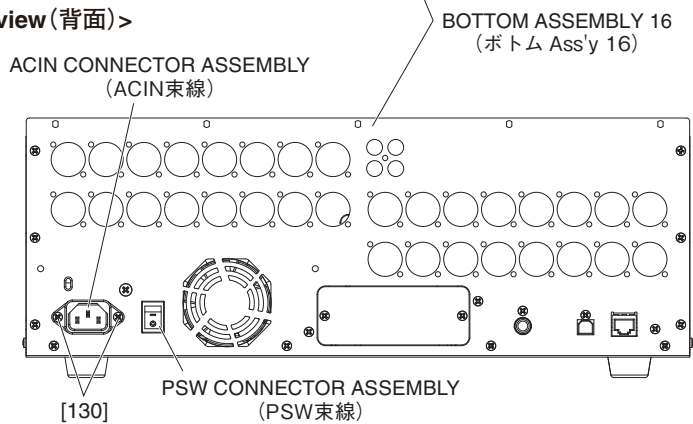

Fig. 12 (図12)
- A-6-7 Remove the two (2) screws marked [182]. The fan holder and the DC fan motor can then be removed. (Fig. 12)
- * **When installing the DC fan motor, tighten the screws marked [182] in the order ㉓ to ㉔ shown in Fig. 12.**
- A-6-8 Remove the four (4) fan fixers marked [180]. The DC fan motor can then be removed. (Fig. 12)
- A-7-7-1 Remove the two (2) screws marked [130] and the screw marked [140]. The ACIN connector assembly can then be removed. (Fig. 12)
- * **Install the earth terminal of the ACIN connector assembly in the direction shown in Fig. 12.**
- A-6-5 HAAD (1) シートを外します。(A-3-4 項参照)
- A-6-7 [182] のネジ 2 本を外して、ファンホルダーとともに DC ファンモーターを外します。(図 12)
- ※ DC ファンモーターを取り付ける際は、図 12 に示す ㉓、㉔ の順に [182] のネジを締めてください。
- A-6-8 [180] のファンフィクサー 4 本を外して、DC ファンモーターを外します。(図 12)
- A-7-5 HAAD (1) シートを外します。(A-3-4 項参照)
- A-7-7-1 [130] のネジ 2 本と [140] のネジ 1 本を外して、ACIN 束線を外します。(図 12)
- ※ ACIN 束線のアース端子は図 12 の向きに取り付けてください。